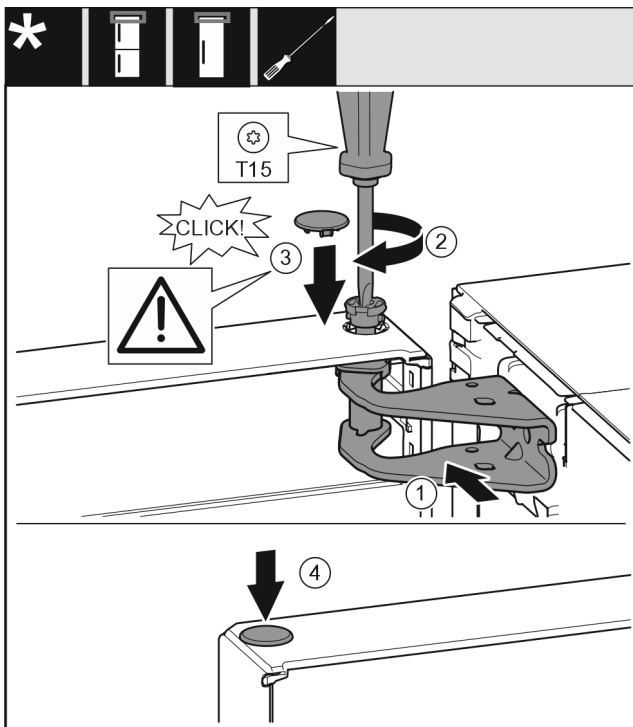

Fig. 22
- ▶ Выровняйте дверь вверх по отверстию в опорном кронштейне. Fig. 22 (1)
- ▶ Вставьте палец и затяните отверткой T15. Fig. 22 (2)
- ▶ Установите предохранительную крышку для защиты двери: Вставьте предохранительную крышку и проверьте, прилегает ли она к двери. В ином случае вставьте палец полностью. Fig. 22 (3)
- ▶ Вставьте заглушку. Fig. 22 (4)